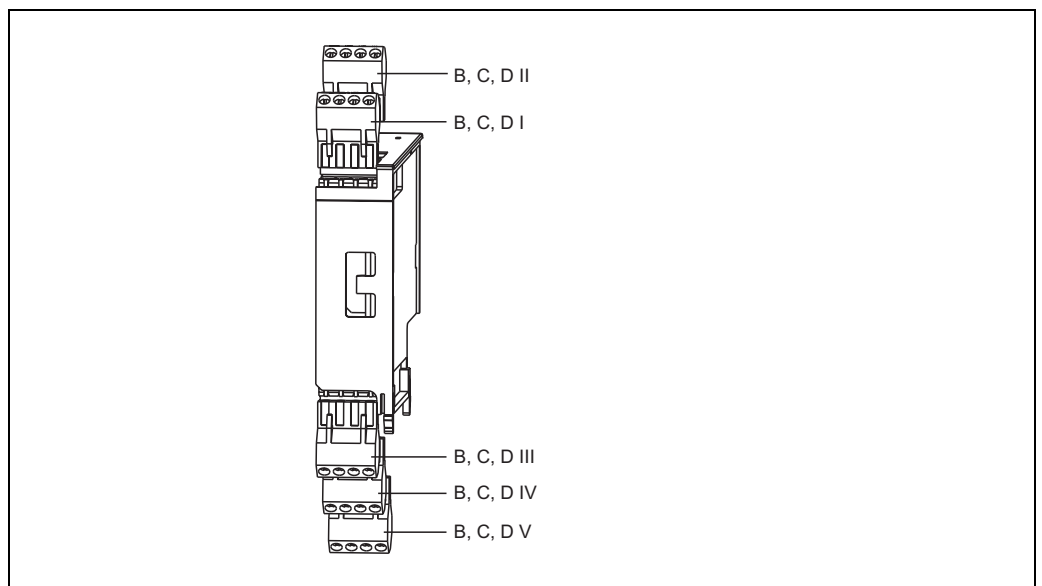

Fig. 18: Scheda di espansione con morsetti
n. 4: scheda di espansione universale opzionale nello slot B (slot B I, → Fig. 18)